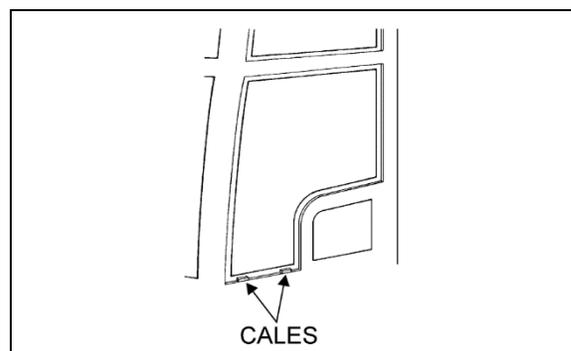

FIGURE 41: FENÊTRES FIXÉES AVEC DE LA COLLE
*Se servir de petites cales pour mettre la vitre dans la bonne position. Les cales peuvent être fabriquées à partir de ruban de caoutchouc (Figure 41).*